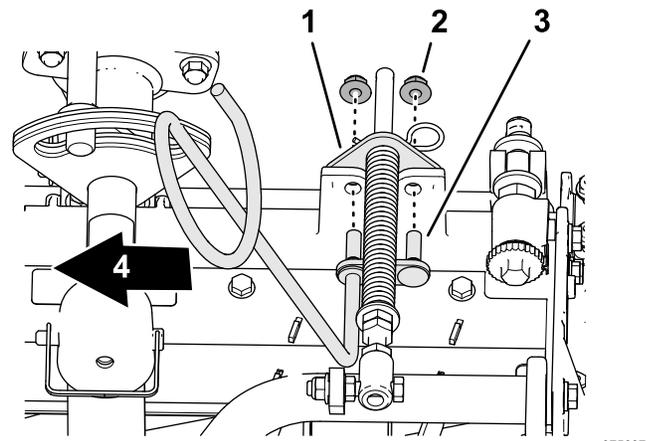

Figura 11
5. Allineate i perni della guida dei flessibili di sinistra con i fori nel telaio dell'apparato di taglio e nella staffa di compensazione per il manto erboso (Figura 11).